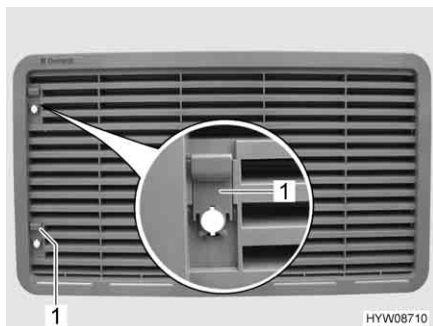
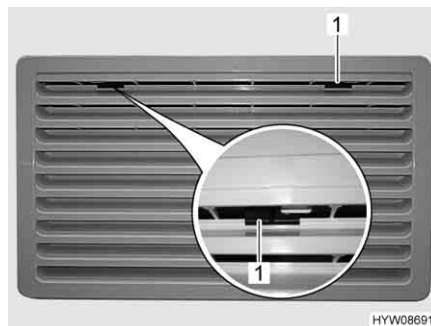

Fig. 94 Griglia di aerazione del frigorifero
Fig. 95 Griglia di aerazione del frigorifero (alternativa)
- A seconda del modello, fare scorrere il cursore (Fig. 94,1) verso l'alto oppure l'arresto (Fig. 95,1) verso il centro.